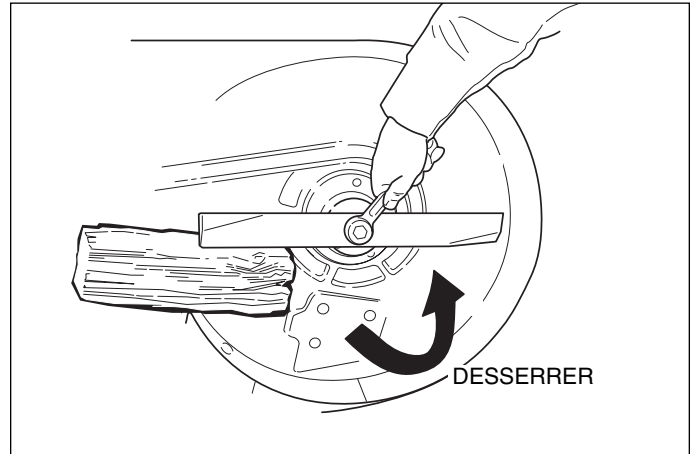

Figure 14. Démontage de lame
2. Reportez-vous à la Figure 14. Pour enlever la lame afin de l'aiguiser, utilisez un bloc de bois pour éviter la rotation de la lame durant le desserrage de leur visserie de fixation.